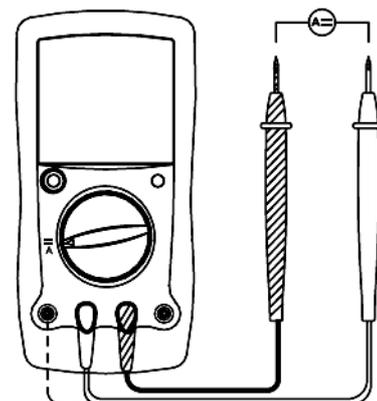

Рис. 4
B. Измерение постоянного тока (См. рис. 4)